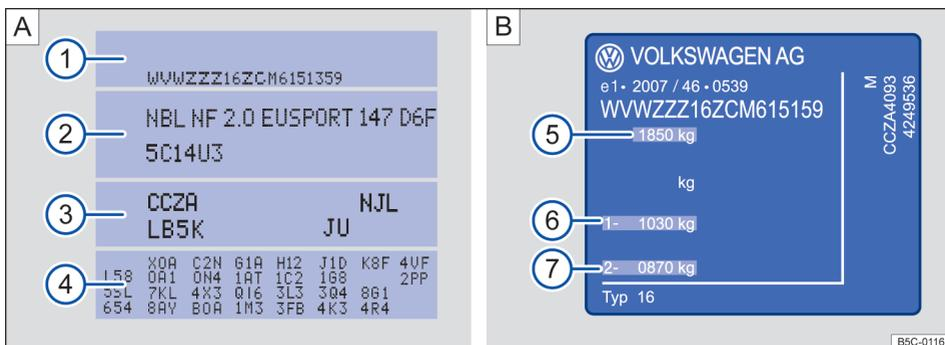

Fig. 244 Etiqueta de dados do veículo A e plaqueta de identificação B.
A etiqueta de dados do veículo → Fig. 244 **A** está colada no lado interno da capa do manual de instruções e no compartimento de bagagem, na área do alojamento da roda de reserva. Ela contém os seguintes dados:
- ① Número de identificação do veículo (número do chassi)
- ② Modelo do veículo, potência do motor, transmissão
- ③ Códigos do motor e da transmissão, código da cor, acabamento interno. No exemplo, os códigos do motor são "CCZA" → Fig. 244.
- ④ Equipamentos opcionais, números PR
A plaqueta de identificação → Fig. 244 **B** se encontra na parte inferior da coluna da porta do condutor. É vista ao abrir esta porta. Os veículos destinados a determinados países não trazem a plaqueta de identificação.